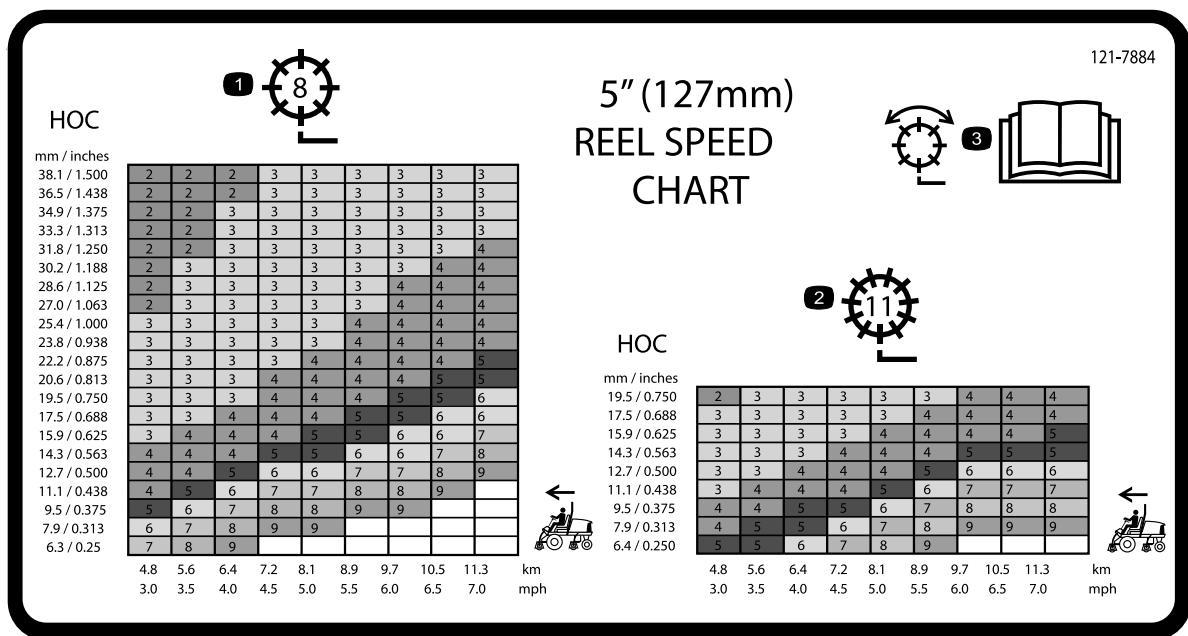
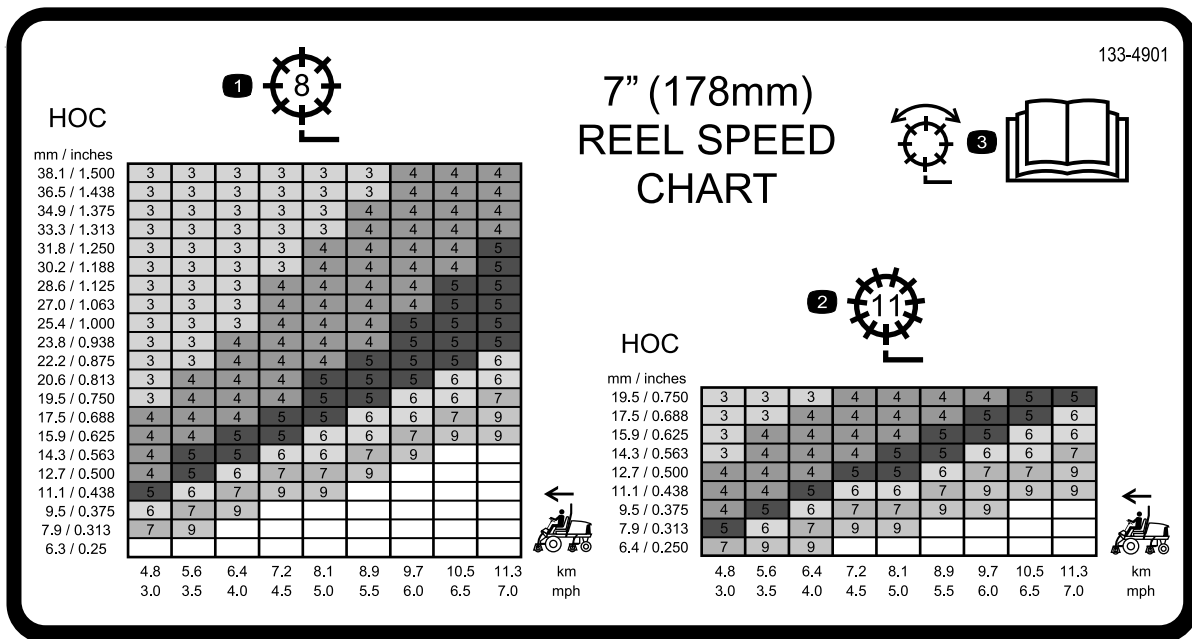

Figure 31
Figure 32
3. Reportez-vous au graphique sur les autocollants du tableau de vitesse des cylindres (Figure 31 et Figure 32) pour déterminer le réglage de vitesse de cylindre correct.